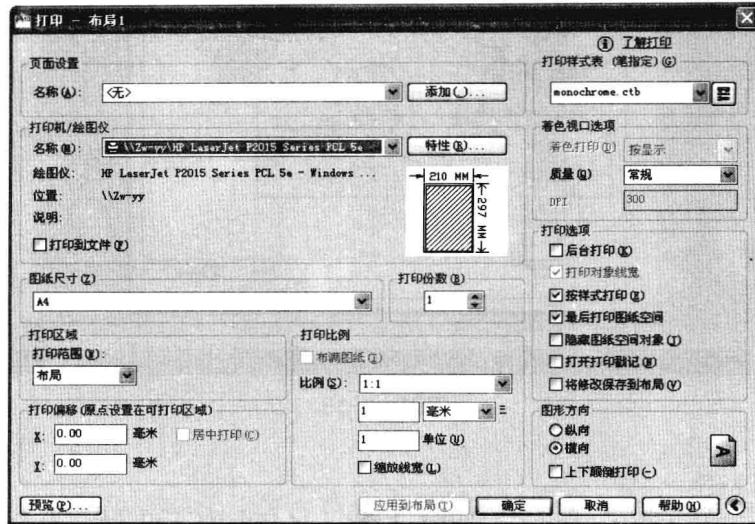

图 10-2-2
(2) 在界面顶端快速访问工具栏中，单击“打印”按钮 \square ，打开“打印—布局1”对话框，选择打印机，图纸尺寸选择A4，如图 10-2-2 所示，单击“应用到布局”按钮，单击“取消”按钮，关闭打印对话框。